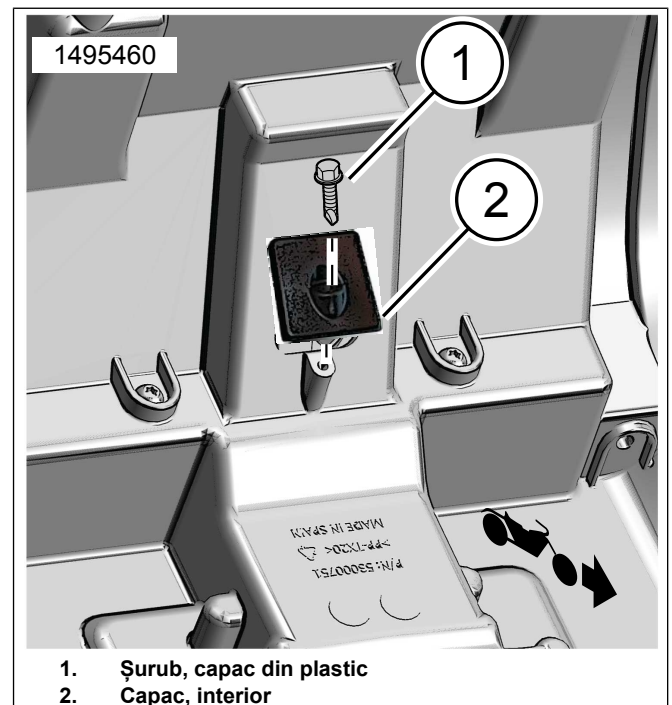

Figura 10. Instalare capac interior
6. A se vedea figura 10. Montați capacul (2) și șurubul (1). Strângeți cu mâna.